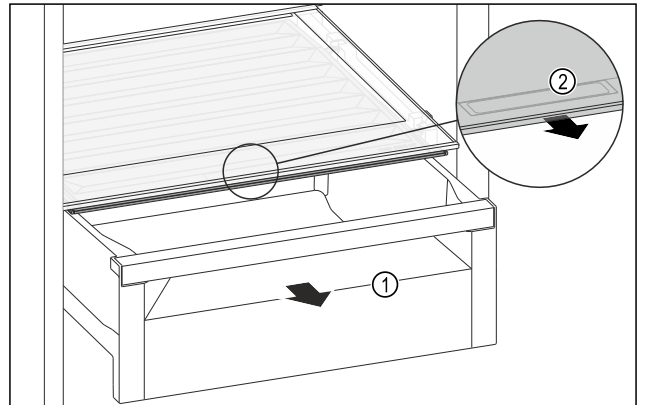

Fig. 104
- ▶ Извлеките выдвижной ящик *Fig. 104 (1)*.
- ▶ Возьмитесь за утопленную ручку *Fig. 104 (2)* на крышке отделения и одновременно потяните крышку отделения вперед.